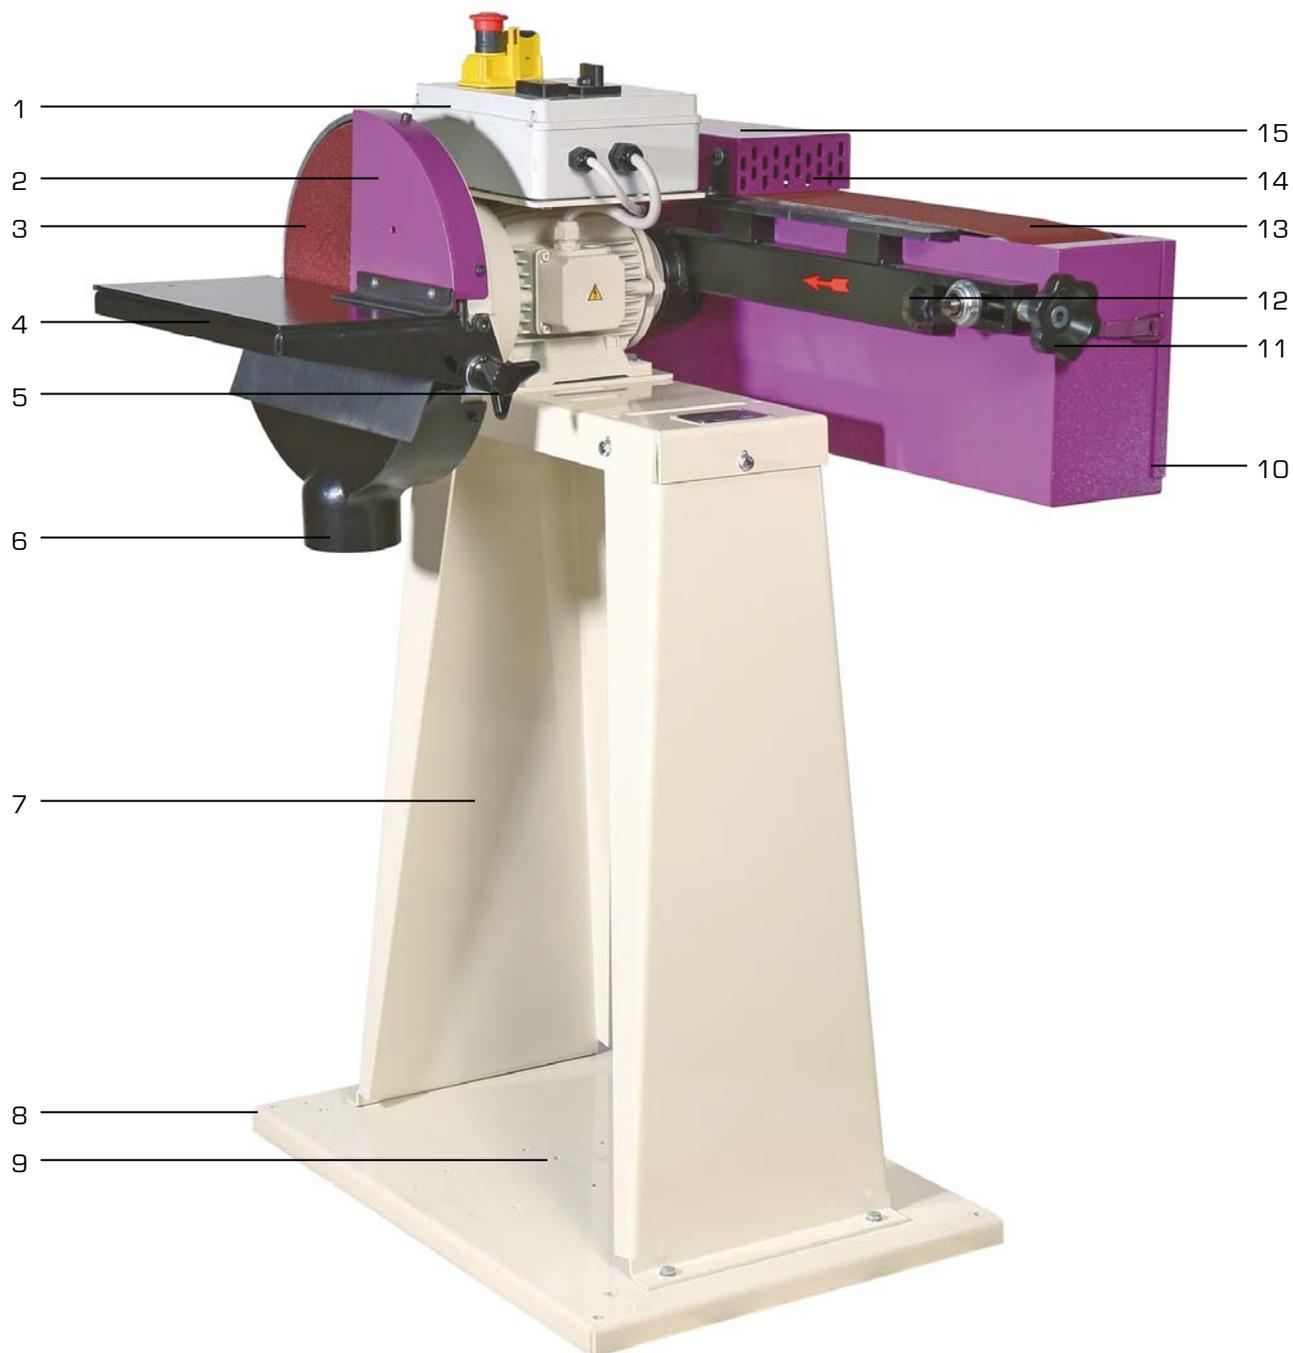

Figure 1
Afin d'obtenir un maximum de stabilité et de réduire les vibrations engendrées par le fonctionnement de la machine, fixer la ponceuse à bande/disque combinée sur un sol dur et de niveau au moyen des trous de fixation (8 fig.1) prévus à cet effet (4 boulons M10).
Ce pictogramme de sens de défilement de la bande est présent sur le carter bande (10 fig.1).
- Pour un travail avec le carter de bande orientable de 0° à 90°, ôter la plaque de protection de bande (A).
- Pour un travail en bout de bande, ôter le carter de protection (B).
3. Travail côté disque : enlever un des deux carters de protection du disque (2 fig.1) en fonction du travail à réaliser en ôtant deux vis et régler l'inclinaison de la table à l'aide des deux poignées noires (5 fig.1).